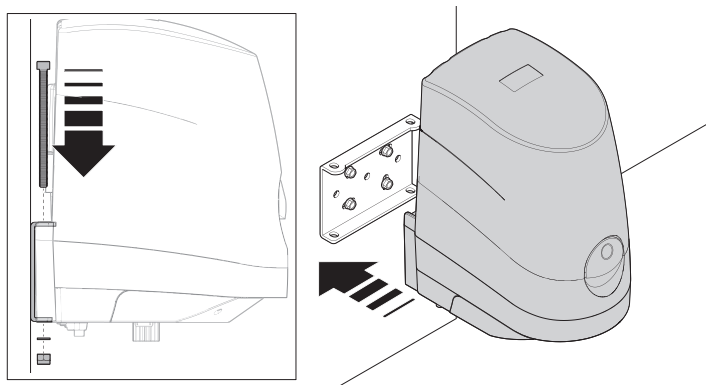

Fig. 7
01. Fixez le motoréducteur sur l'étrier comme indiqué sur la **fig. 7** à l'aide des vis, des rondelles et des écrous fournis ;